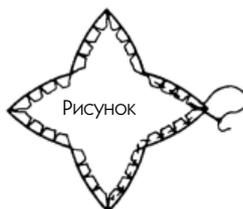

Рис. 81
2. Загните припуск к изнанке и заметайте, сделав надрезы там, где необходимо (рис. 81).